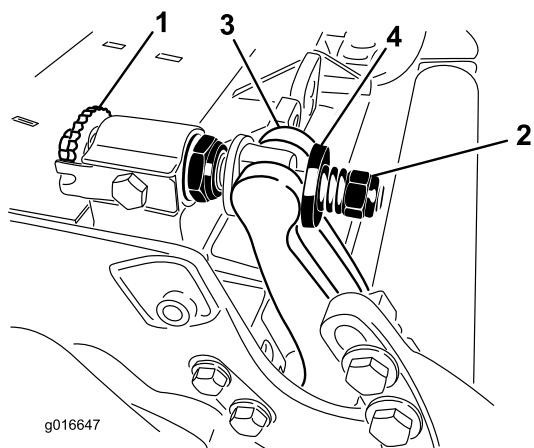

図 29
1. ベッドバー調整ネジ図 29を左に回してベッドナイフとリールの接触をなくす。
2. スプリングテンション・ナットをゆるめて、ワッシャがベッドバーを全く押さないようにする図 29。